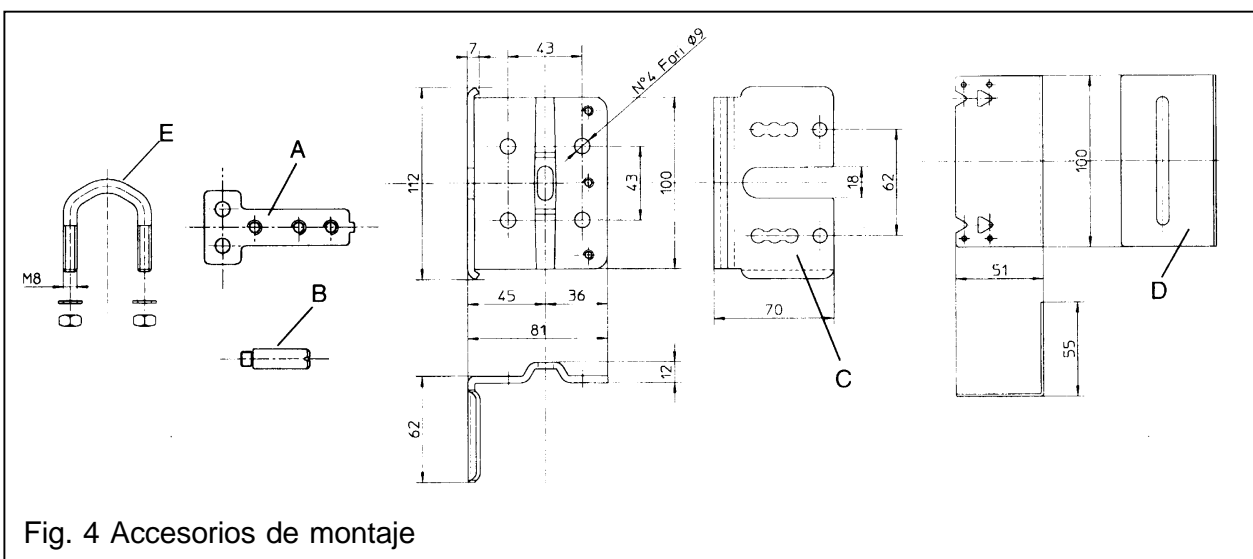

Fig. 4 Accesorios de montaje
- 1) Fije la placa soporte del pasador deslizante (A) al bloque de acoplamiento del vástago de válvula (fig. 4-B).